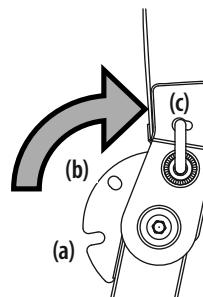

Figura 5
- Mueva el ROPS a la posición deseada. Consulte la Figura 5.